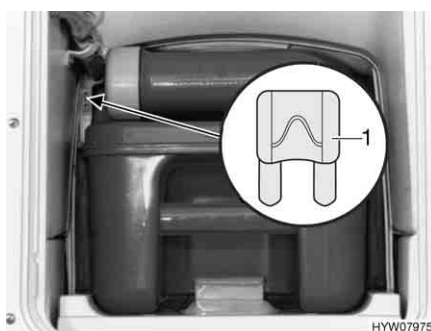

Bild 153 Sicherung der Thetford-Toilette
- Die Sicherung (Bild 153,1) wechseln.